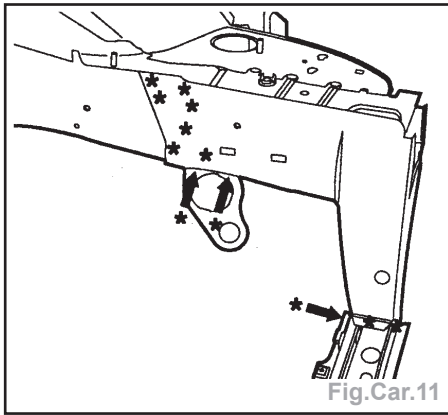

Fig.Car.11
- Découper par fraisage des points (Fig. Car.11 et 12).